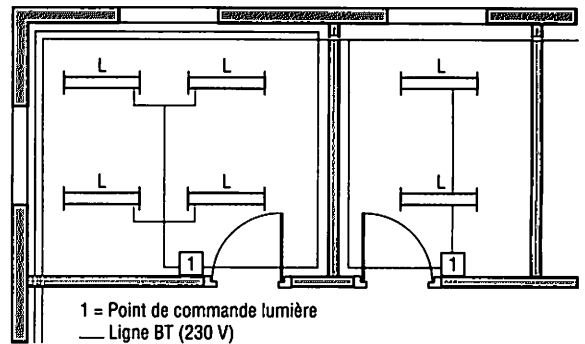

Fig. 16 : Câblage d'une installation électrique traditionnelle.
Pour une commande par bouton-poussoir on peut avoir par programme plusieurs schémas de commande. Soit un ensemble de deux bureaux. Il peut être alimenté traditionnellement par une installation lumière et une commande de volets roulants (*fig. 16*).
4. À partir de l'exemple de commande de la figure 16 :